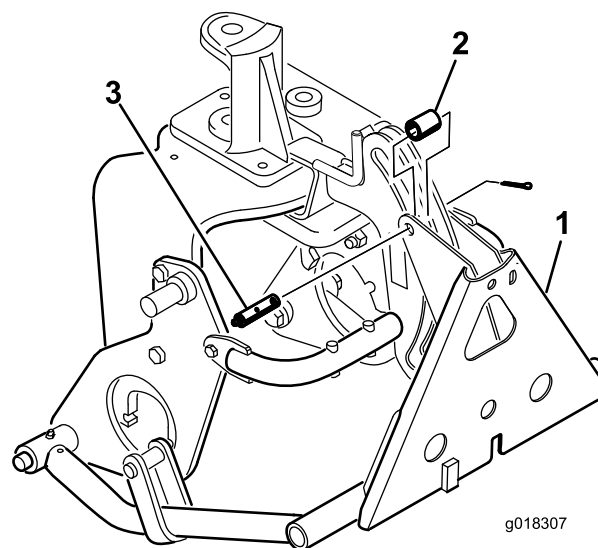

Рисунок 10
8. Прикрепите переходник рамы к раме сцепного устройства с помощью трубы, штифта с головкой и отверстием под шплинт и шплинта (Рисунок 10).